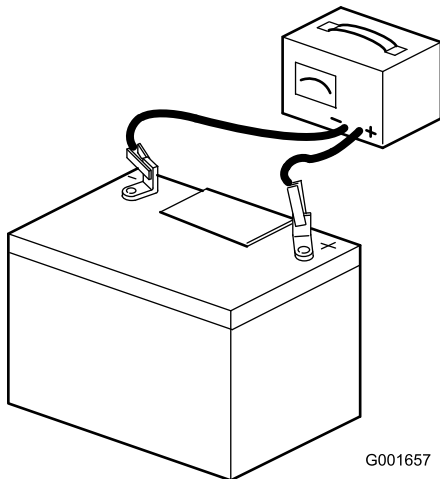

Figura 37
2. Cuando la batería esté completamente cargada, desconecte el cargador de la toma de electricidad, luego desconecte los cables del cargador de los bornes de la batería (Figura 37).